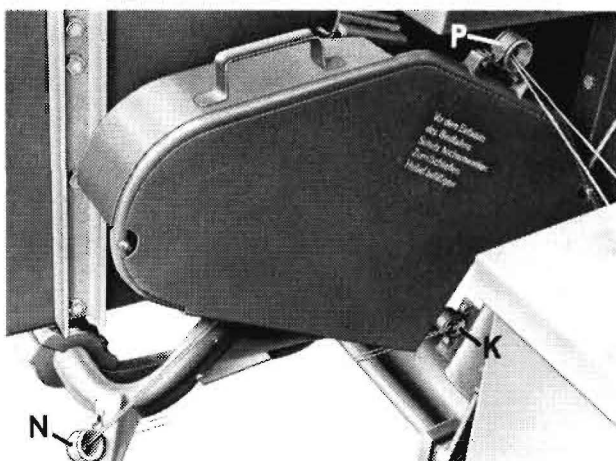

Bild 23
4. beide Fäden durch die Porzellanöse (N) an der Nadelschwinge (Bild 23). Der Nadelschutz ist hochzuschwenken.